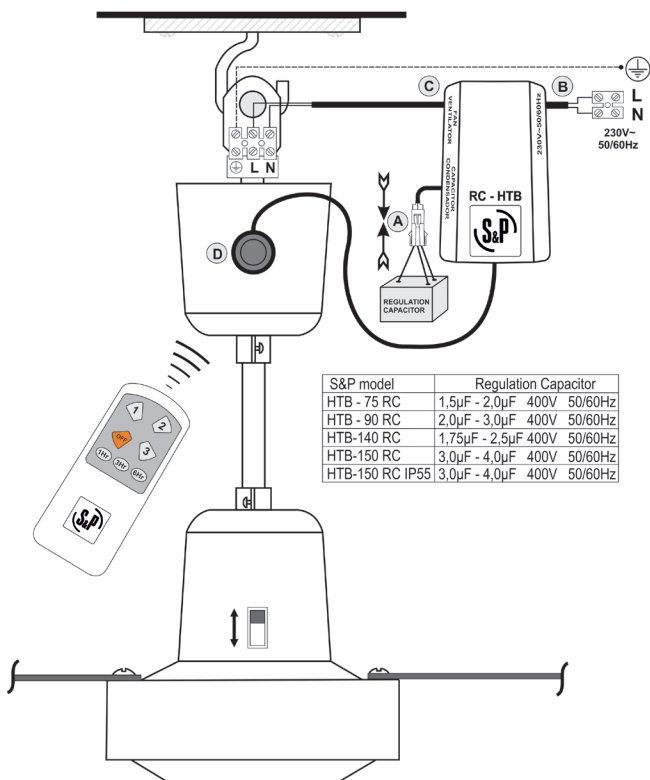

Fig. 2
2. Connectez le condensateur de régulation extrait précédemment au KIT RC-HTB. (Fig. 2 A)
Important: Si vous souhaitez installer plus d'un ventilateur HTB, assurez-vous de NE PAS mélanger les condensateurs de régulation. (Voir table figure 2)
3. Connectez les câbles d'alimentation du réseau électrique (230V-50/60 Hz), à la réglette de connexion L-N du KIT RC-HTB. Le câble de terre du réseau (jaune-vert), se connecte directement à la réglette du ventilateur  de plafond. (Fig. 2 B)
4. Le câble de sortie du KIT RC-HTB (ventilateur) se connecte à la réglette L-N du ventilateur de plafond. (Fig. 2 C)
5. Enlevez le film de protection de l'adhésif pour pouvoir coller le récepteur du signal infrarouge sur l'extérieur de la coupe supérieure du ventilateur de plafond. (Fig. 2 D)